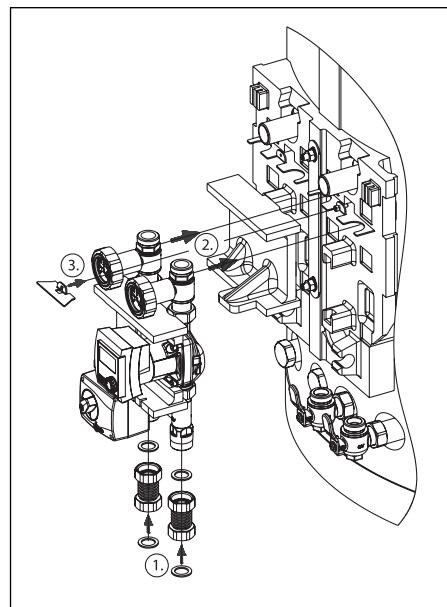

Fig. 10 Montage du groupe du circuit de chauffage
- Raccorder les tubes annelés métalliques d'une longueur de $L = 45$ mm avec les joints au groupe du circuit de chauffage (fig. 10 point 1). Ensuite accrocher le groupe au support de fixation (point 2), monter la plaque d'arrêt et la fixer au support de fixation (point 3).